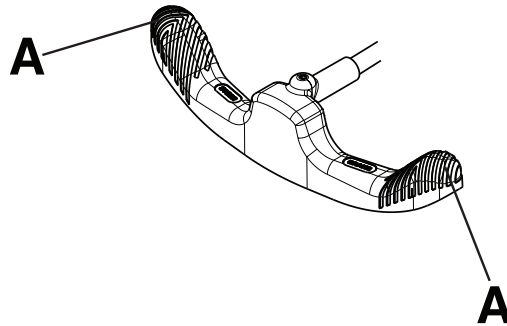

图 1 – 操作制动器/转向踏板
注解 - 切勿向下推制动/转向踏板的中心。始终向下推制动/转向踏板的外侧 (A) (图 1)。